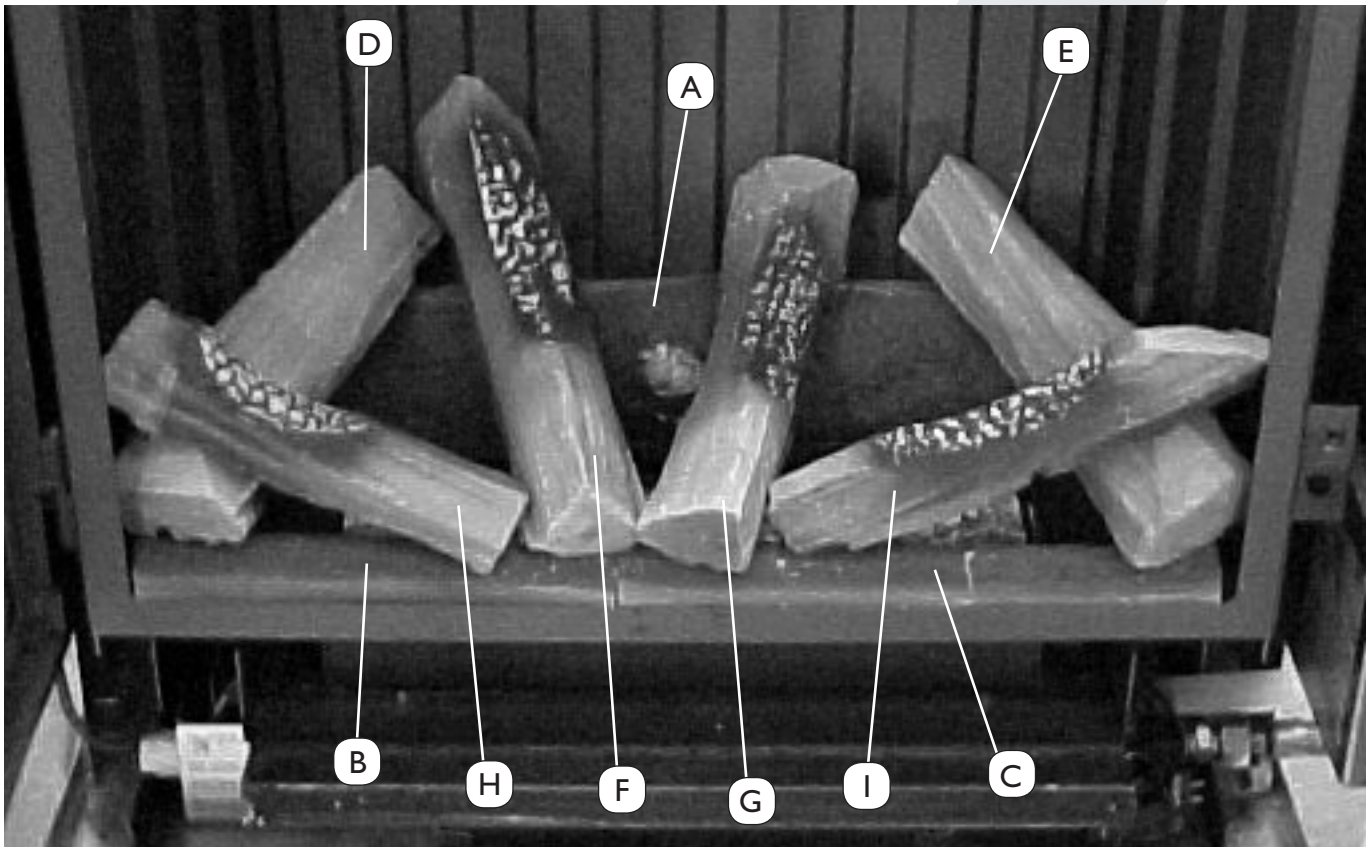

fig. 4b
- Legen Sie den großen Holzblock (A) gegen die Rückwand auf die Blockauflage. Mit der gelben Seite nach unten und mit dem Ast nach links gerichtet.
- Legen Sie die vorderen Holzblöcke (B und C) mit der Rinde nach oben hin, siehe Abb. 4b.
- Legen Sie die übrigen Holzblöcke (D, E, F, G, H und I) so hin, wie in Abb. 4b dargestellt ist.